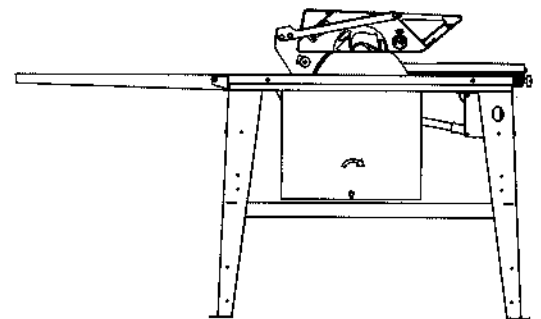

Fig. 4
**⚠** Al primo avvio della macchina ed ogni qual volta viene cambiata la fonte di alimentazione, deve essere controllato il verso di rotazione del disco con questa procedura: disporsi sul lato lungo della macchina al quale arriva l'alimentazione elettrica (fig.4) ed eseguire un breve ciclo di funzionamento a vuoto, avviando il moto con il pulsante [C] (fig.2) ed arrestandolo subito dopo mediante [B] (fig.2). La direzione osservata deve corrispondere all'orientamento dichiarato sulla targhetta identificativa [7] (fig.1) e coincidere con il verso dei denti della lama e della freccia adesiva posta sulla protezione superiore [4] (fig.1).